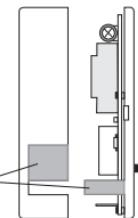

Fig. 5.i
Enlever de la base les parties prévues pour l'acheminement des fils de connexion illustrées dans la figure 5.i.
- Fixer la base à la paroi (ou boîtier à encastrement), avec 2 vis en utilisant les couples de trous (**A-A**, **B-B**, **C-C**) préconfigurés (fig. 5.i).